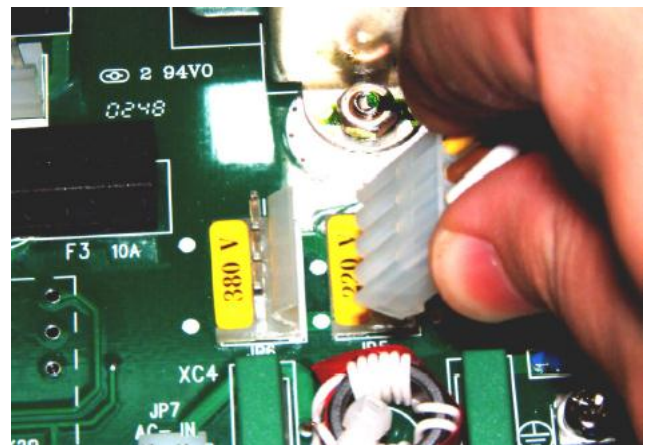

Рис. 2
3. Вставьте штепсель в новое положение, см. Рис. 2